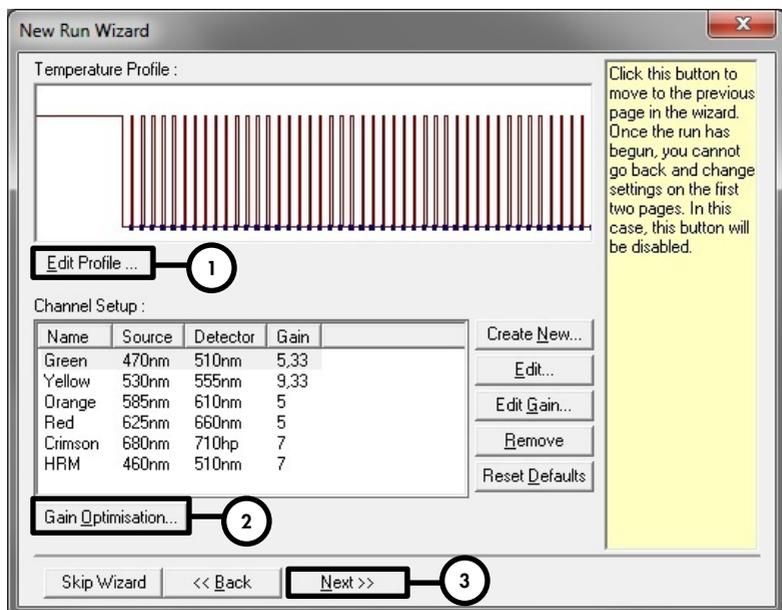
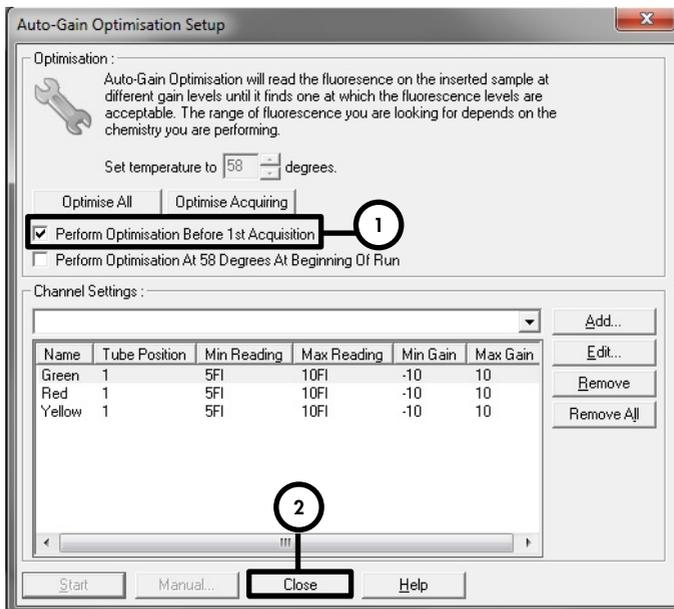

Figura 4. Modifica del profilo.
Figura 7. Regolazione della sensibilità dei canali di fluorescenza.
| Regolazione della sensibilità dei canali di fluorescenza | Figura 7 |
9. Fare clic su **Edit Profile** (Modifica profilo) nella finestra di dialogo successiva **New Run Wizard** (Procedura guidata nuovo processo) (Figura 4) e programmare il profilo termico, come illustrato nelle Figure 5–6.
10. Il range di rilevazione dei canali di fluorescenza deve essere determinato in base all'intensità della fluorescenza nelle provette per PCR. Fare clic su **Gain Optimisation** (Ottimizzazione guadagno) nella finestra di dialogo **New Run Wizard** (Procedura guidata nuovo processo) (Figura 4, fase 2) per aprire la finestra di dialogo **Auto-Gain Optimisation Setup** (Impostazione automatica ottimizzazione guadagno) (Figura 7). Selezionare la casella **Perform Optimisation Before 1st Acquisition** (Esegui ottimizzazione prima della 1^a acquisizione) (Figura 7). Accertarsi che siano stati selezionati tutti e tre i canali (Green, Red e Yellow) per l'operazione **Auto-Gain Optimisation** (Ottimizzazione guadagno automatico) (Figura 7). (Trovare i canali nel menu a tendina sotto **Channel Settings** (Impostazioni canali) e fare clic su **Add** (Aggiungi).) Fare clic su **Close** (Chiudi) nella finestra di dialogo **Auto-Gain Optimisation Setup** (Impostazione automatica ottimizzazione guadagno) una volta completata la calibrazione del guadagno.